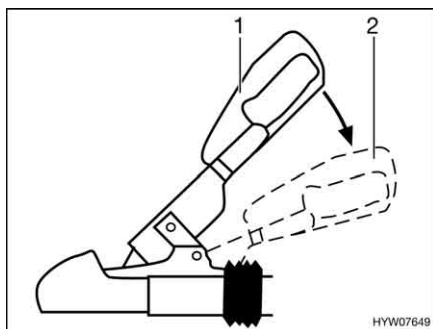

Fig. 192 Maniglia di stabilizzazione
- Attivare il dispositivo di stabilizzazione. A tal fine, premere la maniglia del gancio dalla posizione chiusa (Fig. 192,1) verso il basso (Fig. 192,2) fino all'arresto.